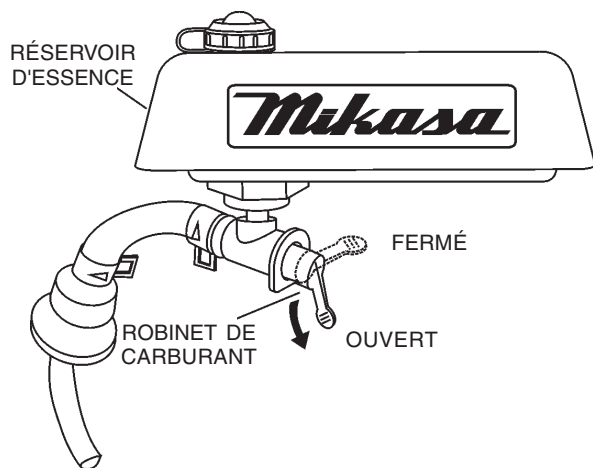

Figure 5. Robinet d'arrêt carburant (position ouverte)
1. Ouvrir le **robinet d'arrêt carburant** en tournant le **levier** à la position **ouverte** (figure 5).